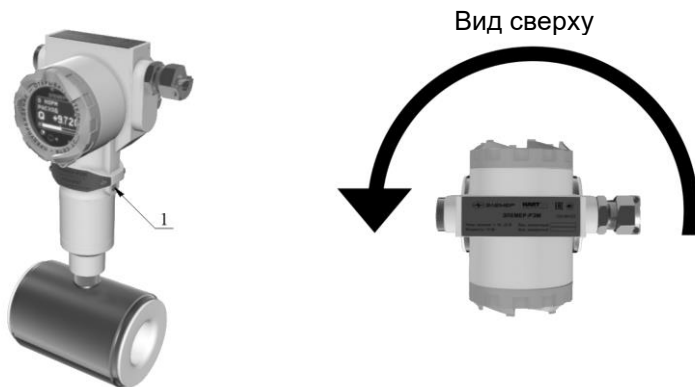

Рисунок 3.1 – Поворот корпуса ВПР
- ослабить стопорные винты (1) (рисунок 3.1);